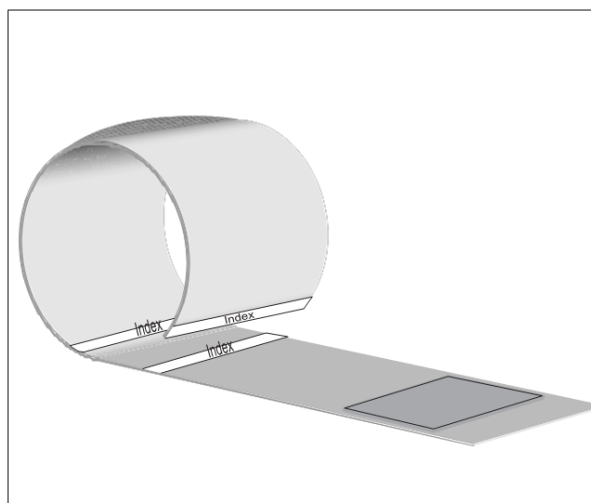

Abbildung 14: Anlegen der Manschette, Manschettenindex
- sich beim Schließen die gestrichelte, weiße Linie innerhalb der beiden gestrichelten Linien mit dem Symbol Index befindet (andernfalls andere Manschettengröße wählen, Abbildung 14),